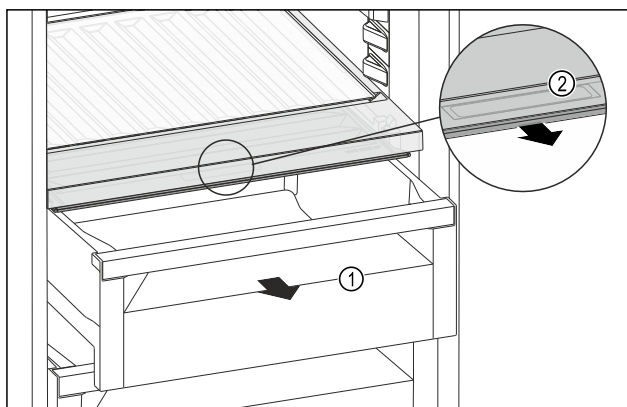

Fig. 128
- Zásuvku Fig. 128 (1) vytáhněte.
- Uchopte prohlubeň pro rukojeť Fig. 128 (2) na víko zásuvky a současně zatáhněte za víko zásuvky směrem dopředu.